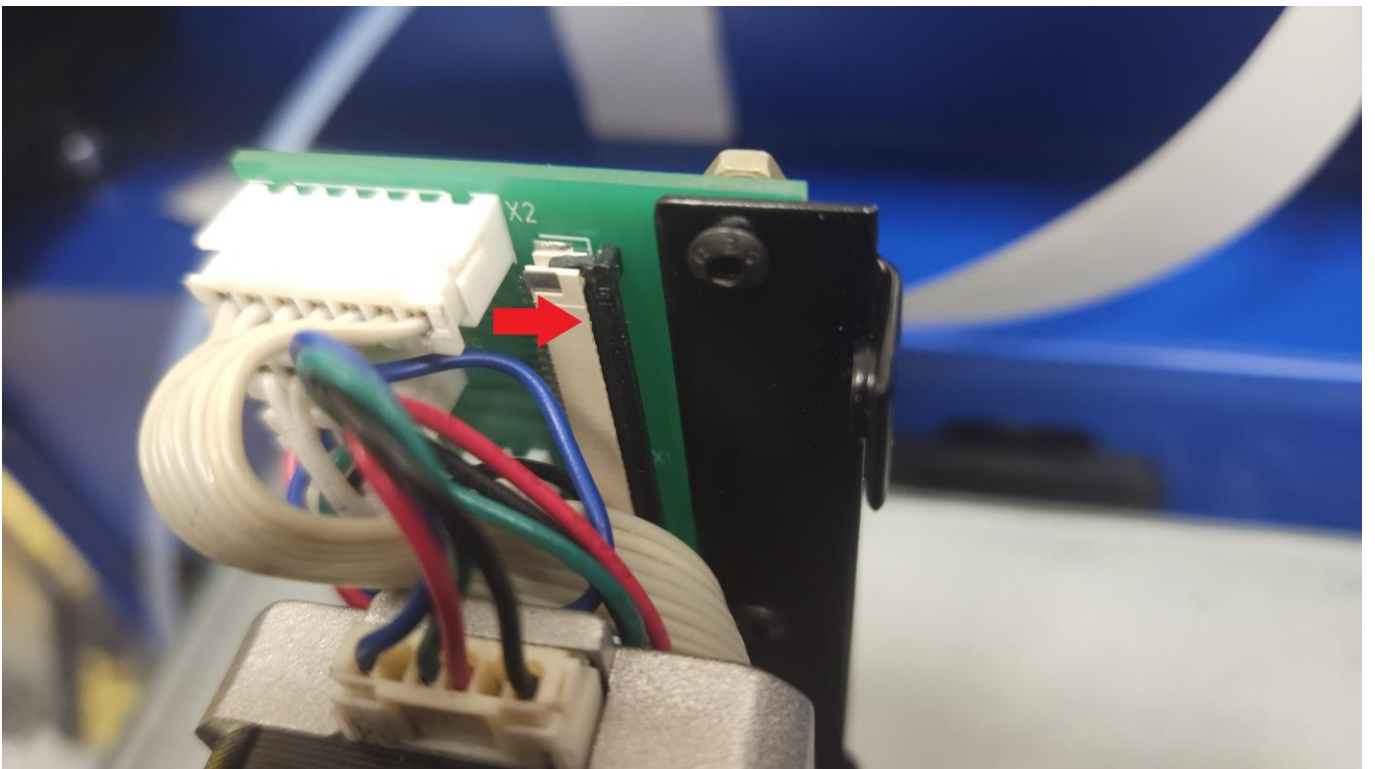

Рисунок 6 — Разъем гибкого шлейфа в открытом состоянии
7. Отсоедините плоский гибкий шлейф, выдвинув чёрный подвижный зажим разъёма на 2-3 мм в сторону, указанную стрелкой (рисунок 6).